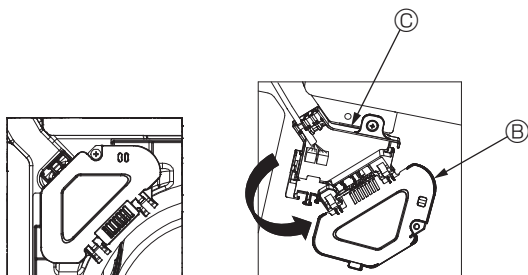

Fig. 4-5
- ③ Снимите один винт, которым крепится крышка коннекторной коробки, а затем откройте крышку. (Fig. 4-5)
- ④ Поместите переходное соединительное устройство проводных линий в коннекторную коробку.
- ⑤ Установите крышку проводов и крышку коннекторной коробки.